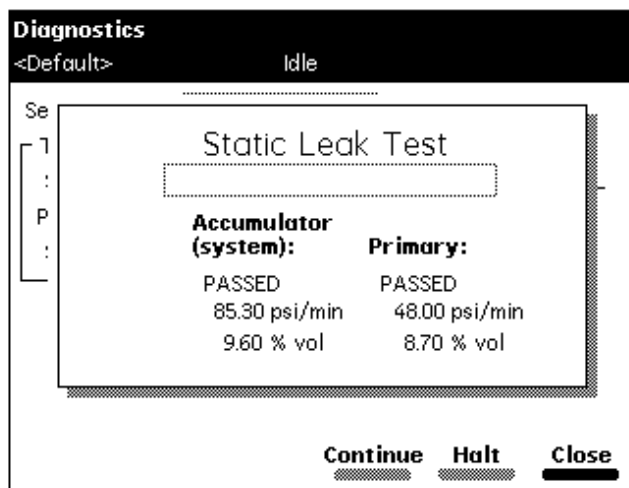

图 8-12 静态渗漏测试结果屏幕
- “静态渗漏测试”完成后，出现 Static Leak Test Results（静态渗漏测试结果）屏幕（图 8-12）。